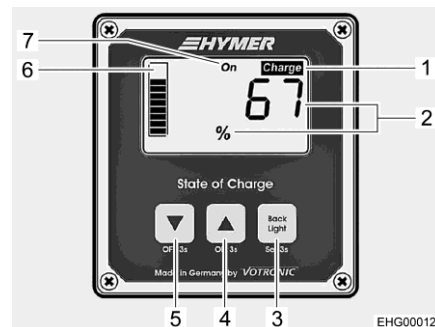

Fig. 142 Pannello indicatore (indicazione dello stato di carica complessivo)
Illuminazione del display Quando si preme un tasto sul pannello di controllo, l'illuminazione del display si accende automaticamente. Se non si preme alcun tasto per 3 minuti, l'illuminazione si spegne automaticamente. L'illuminazione del display può essere spenta manualmente con il tasto (Fig. 142,3).
Stato di carica complessivo (SOC), indicazione Il display mostra lo stato di carica complessivo delle batterie piombo-acido e al litio, noto come "state of charge" (SOC). Il valore SOC della batteria è espresso in percentuale (Fig. 142,2) e viene visualizzato anche sotto forma di grafico a barre (Fig. 142,6).
- Quando il display visualizza l'indicazione di tensione: Premere brevemente il tasto (Fig. 142,4) o (Fig. 142,5) per passare alla visualizzazione del valore SOC della batteria (Fig. 142,2).
Se il valore SOC scende al di sotto del 20 %, l'indicatore "Charge" (Fig. 142,1) lampeggia. In questo caso caricare le batterie.
- Se il display mostra il valore SOC: Premere brevemente il tasto (Fig. 142,4) o (Fig. 142,5) per passare alla visualizzazione della tensione della batteria (Fig. 143,1).